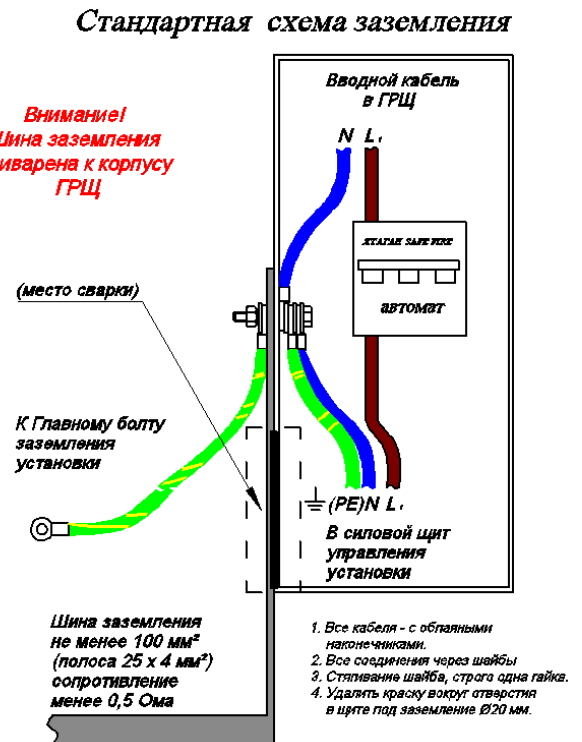

Рис. 5. Схема заземления
7. В случае отсутствия общего контура заземления цеха (помещения), заземление установки производить на шину «земля», которая в свою очередь подключается в главный распределительный щит «ГРЩ» (Рис. 5).